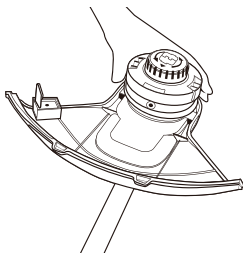

Abb. 12
- Drehen Sie die Oberseite des Trimmerkopfs in die auf der Oberseite des Trimmerkopfs angegebene Richtung und legen Sie die oberen und unteren Dreiecke gegeneinander. (Abb. 12)